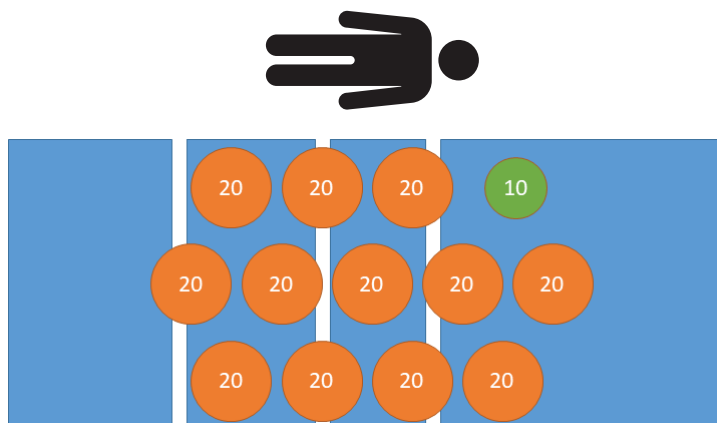

Afbeelding 9 – Bedverlengstuk uit en vergrendeld
19. Schuif het bedverlengstuk uit naar de uit- en vergrendelde positie. Vouw de pan van het bedverlengstuk naar het voeteneinde van het product toe (Afbeelding 9).